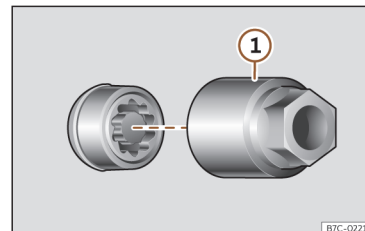

Fig. 33 Tornillo antirrobo de la rueda con capuchón y adaptador.
- Encaje el adaptador especial»»» **fig. 33 ①** (herramienta de a bordo»»» pág. 45) en el tornillo antirrobo de la rueda hasta el tope.